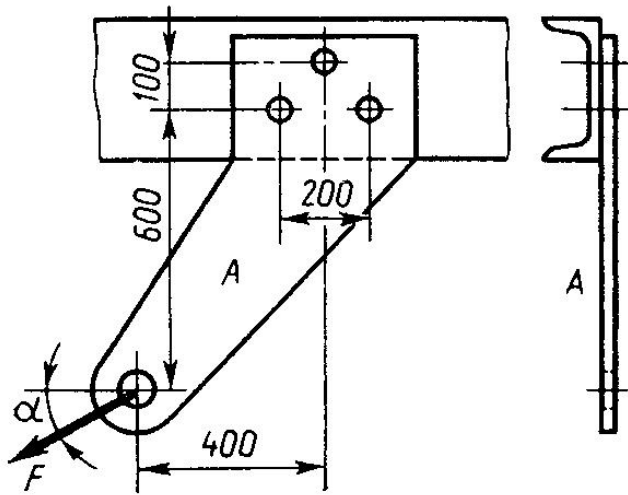

Рис.23
1. Рассчитать болты, которыми полоса А прикреплена к швеллерной балке (рис. 23), по данным табл. 22. Определить диаметр болтов для двух случаев, когда они стоят: а) без зазора; б) с зазором. Коэффициент трения  $f$  между полосой и балкой равен 0,2.